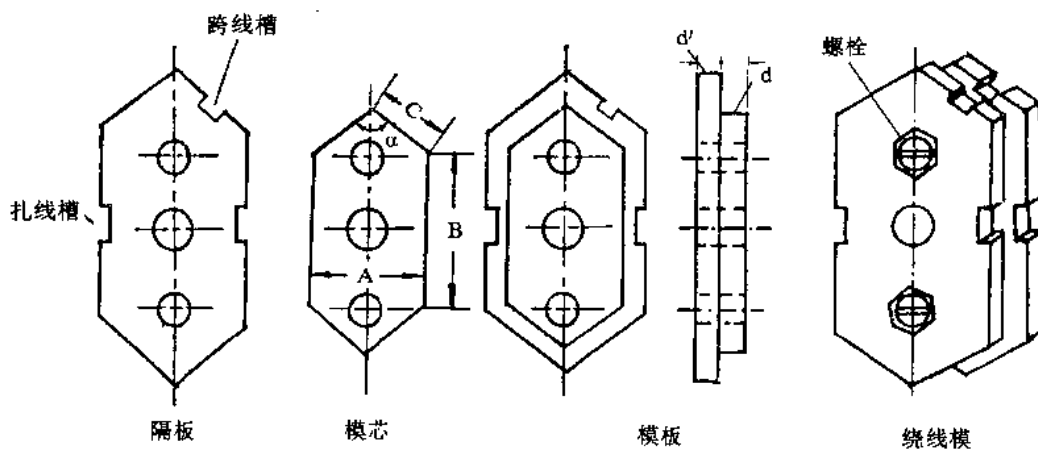

图 1-6 梭形线模
(1) 梭形线模 梭形线模的模芯呈梭形, 一片隔板与一片模芯用树脂胶粘合在一起成为一片模板, 将若干片模板重叠在一起, 最后加一块隔板用长螺栓贯穿紧固, 便形成一个绕组模。如图 1-6 所示。